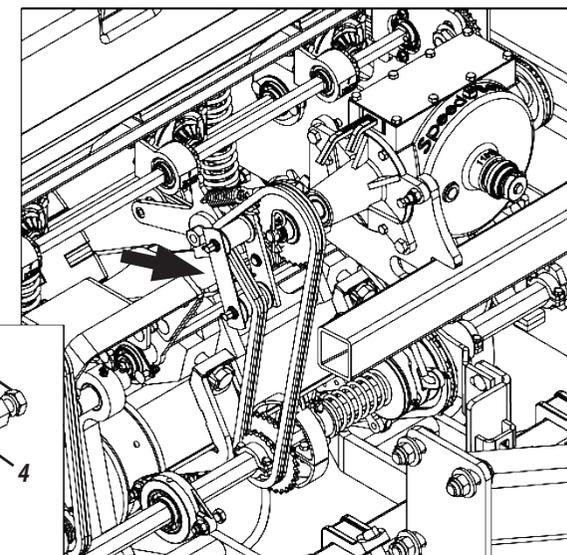

Figura 62
ESTICADOR OSCILANTE (FIGURA 62)
El estirador (1) está dotado de resorte de torsión (2) para mayor flexibilidad del mismo. Si necesaria mayor presión en el estirador, suelte la tuerca interna (3) del mismo, gire el eje (4) pasando el acople de la resorte (2) para el otro diente de la roseta del eje y reajuste nuevamente la tuerca interna (3), conforme muestra la figura 62.